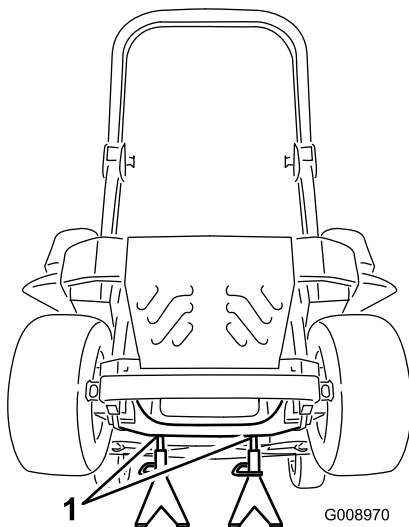

Figura 100
3. Sollevate la macchina e sostenetela su cavalletti (Figura 100).
9. Rimuovete i cavalletti metallici e abbassate la macchina (Figura 100).